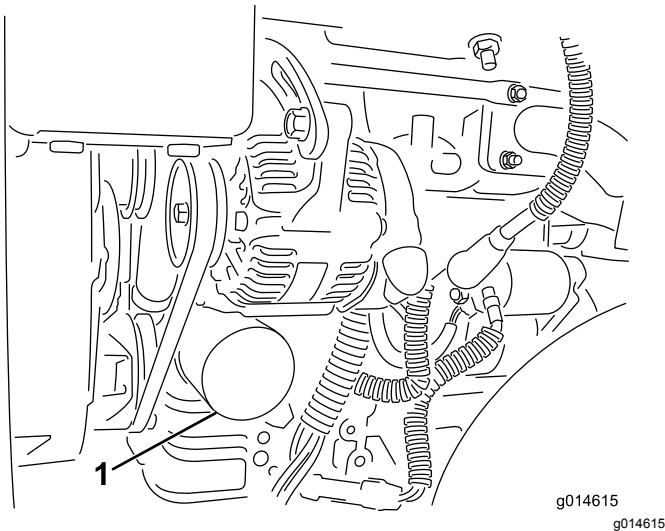

Figure 31
2. Déposez le filtre à huile (Figure 31). Appliquez une fine couche d'huile sur le joint du filtre de rechange.